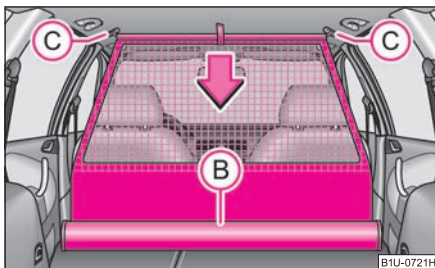

Fig. 83 Rularea peretelui despărțitor
- Trageți bara în spate din suporturile din plafon, mai întâi pe o parte, apoi pe partea cealaltă, și scoateți-o din suporturi (C) ⇒ fig. 83.
- **Susțineți** bara transversală astfel încât peretele să se poată rula încet și fără să se deterioreze, în carcasa (B).